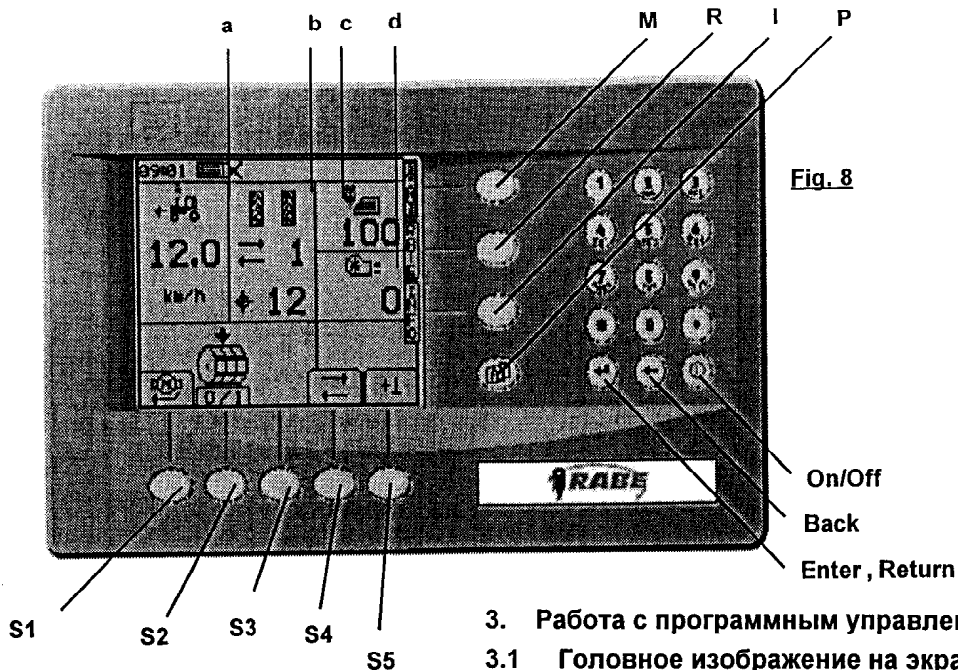

Fig. 8
- После включения сразу нажать левую нижнюю кнопку <S1> (рис. 8):